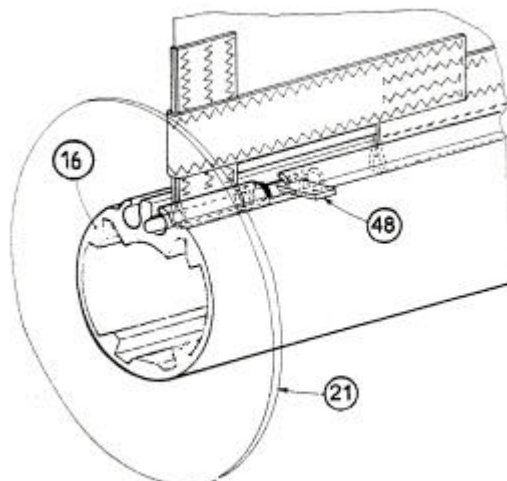

Fig.15
IV 3 - Passer le coulisseau de point d'amure (48) dans la sangle de point d'amure de la voile. Voir Fig. 15.